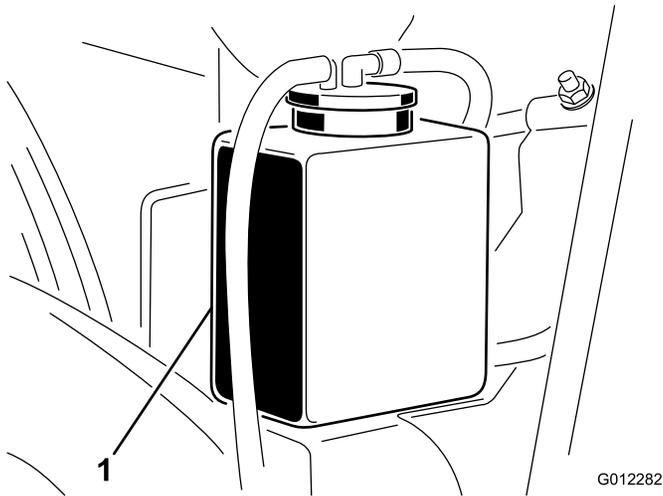
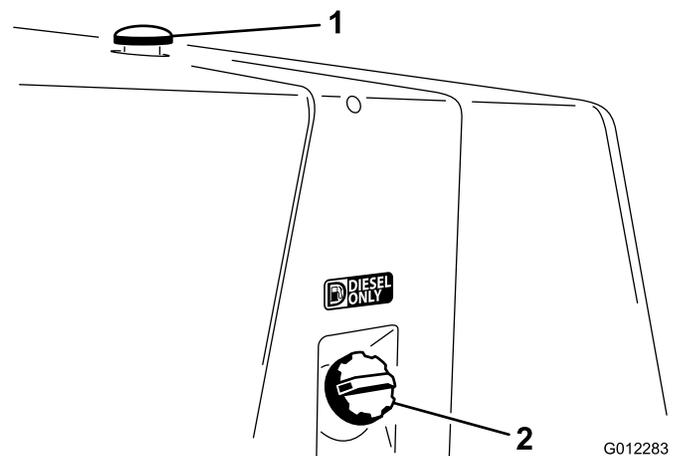

Bild 12
Bild 13
1. Schrauben Sie den Kühlerdeckel und den Deckel (Bild 13) vom Ausdehnungsgefäß vorsichtig ab (Bild 12).
2. Prüfen Sie den Kühlmittelstand im Kühler. Der Kühler muss bis zur Oberseite des Einfüllstutzens, und das Ausdehnungsgefäß bis zu den Marken an den Seiten gefüllt sein (Bild 12).
3. Schrauben Sie den Tankdeckel ab (Bild 13).